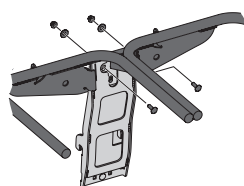

Figura 5
1. Instale y asegure el conjunto de la suspensión en el soporte de soporte vertical utilizando dos pernos de carro (710-0276), dos arandelas de copa (736-0242) y dos tuercas de seguridad (712-04063) del paquete de herrajes 689-00567. Consulte Figura 5.